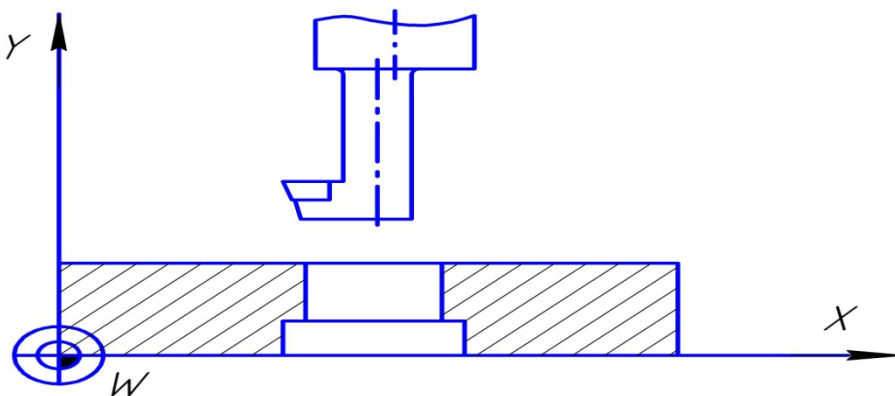

Рис. 4.9. Смещение режущего инструмента на величину эксцентриситета
2. В позиции безопасного расстояния УЧПУ проводит ориентацию шпинделя на U - позицию и смещает инструмент на размер эксцентриситета (рис. 4.9).